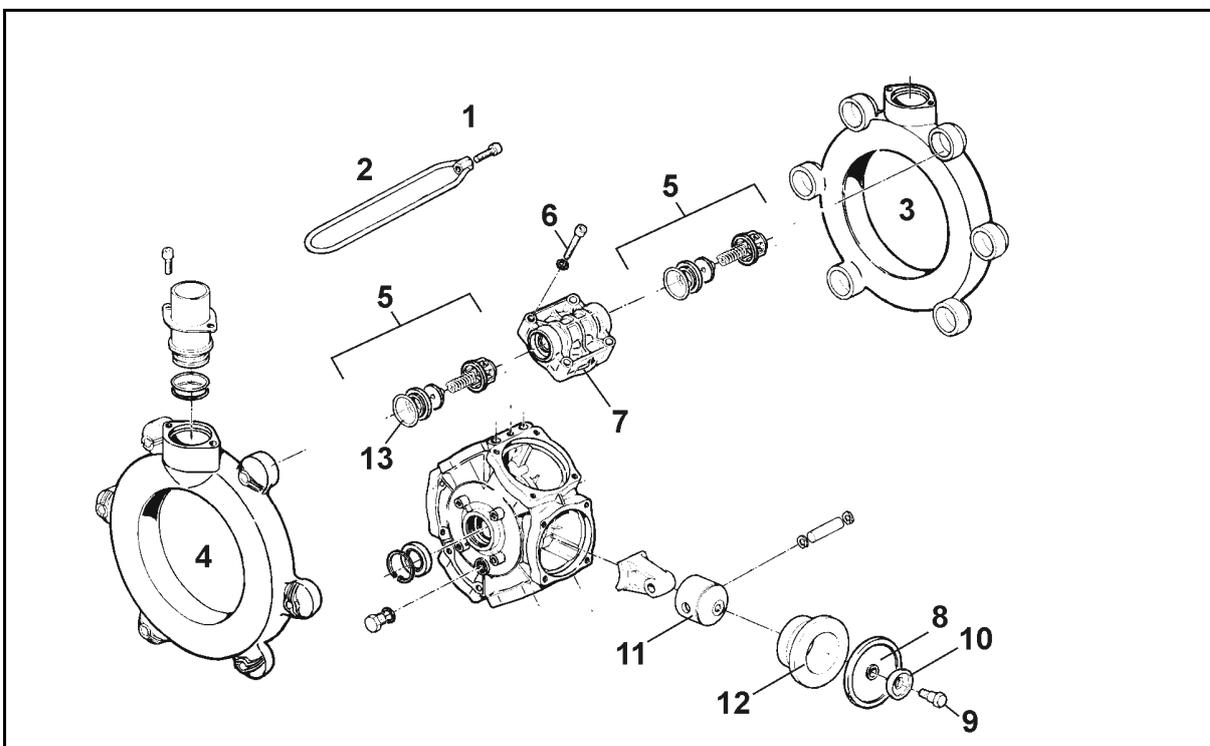

Fig. 161
- Vérifiez l'état des membranes de piston (Fig. 161/8) au moins une fois par an en les démontant.
- Vérifiez la position de montage des clapets côté aspiration et côté refoulement, avant de retirer les jeux de clapets ( Fig. 161/5).
- Il est impératif de remplacer les membranes de tous les pistons (Fig. 161/8) même si une seule d'entre elles est défectueuse ou poreuse.
2. Desserrez les vis (Fig. 161/1) et retirez les étriers (Fig. 161/2).
3. Retirez les orifices d'aspiration et de refoulement (Fig. 161/3, Fig. 161/4), y compris les jeux de clapets (Fig. 161/5).
4. Une fois les vis (Fig. 161/6) retirées, déposez la culasse (Fig. 161/7).
5. Contrôlez le piston membrane (Fig. 161/8)..
- Fixez la membrane de piston (Fig. 161/8) avec le disque et la vis (Fig. 161/11) sur le piston (Fig. 161/9) de manière à ce que le rebord soit orienté vers la culasse (Fig. 161/7).
- Les écrous (Fig. 161/1,2) doivent impérativement être serrés en étoile et au couple de serrage préconisé. Le non-respect de ces consignes peut entraîner des tensions contradictoires et par là-même, des fuites.
1. Desserrez la vis (Fig. 161/11) et retirez du piston (Fig. 161/9) la membrane (Fig. 161/8) avec son disque de support.
3. Retirez le cylindre (Fig. 161/10) du carter de pompe.
6. Remettez le cylindre (Fig. 161/10) en place dans le carter de la pompe.
7. Remontez la membrane (Fig. 161/8).
8. Bridez la culasse (Fig. 161/7) sur le carter de la pompe et serrez les vis (Fig. 161/6) en étoile de façon identique.
9. Remontez les jeux de clapets (Fig. 161/5) après les avoir vérifiés et nettoyés.
11. Bridez les conduites d'aspiration (Fig. 161/3) et de refoulement (Fig. 161/4) sur le carter de pompe.
12. Serrez les écrous (Fig. 161/1,2) en étoile au couple de **11 Nm**.